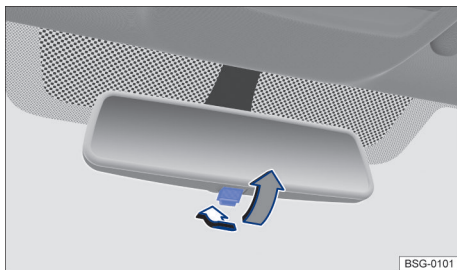

Fig. 86 No para-brisa: espelho retrovisor interno com antiofuscante manual.
- Para evitar o ofuscamento, puxar a alavanca para trás → Fig. 86.